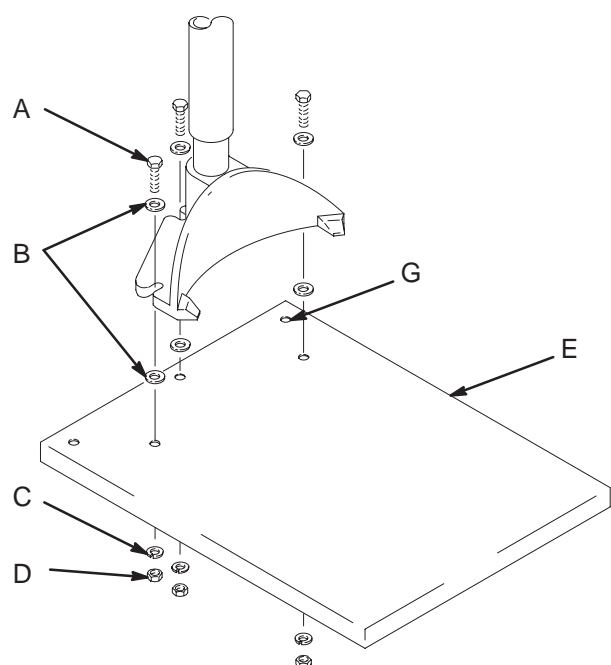

Fig. 1
Installer l'élèveur sur l'embase (Voir la Fig. 1)
1. Enlever le collier (34) du support de l'élèveur (33).
2. Positionner la pompe et le plateau inducteur (8) au centre de l'embase (H) en prenant le tube de l'élèveur (F) comme axe médian.
3. Serrer les vis (19) pour fixer le collier (34) sur le support (33). Voir la vue éclatée page 6.
5. Boulonner l'appareil au sol en utilisant les trous de fixation (G) forés dans l'embase. Voir la Fig 1.